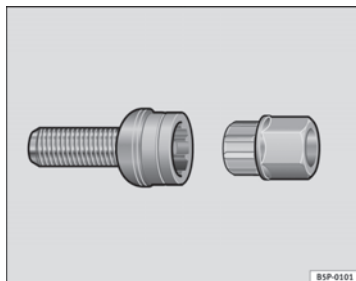

Fig. 183 Viti antifurto
- Innestare l'adattatore nella vite antifurto, spingendolo fino in fondo ⇒ fig. 183.